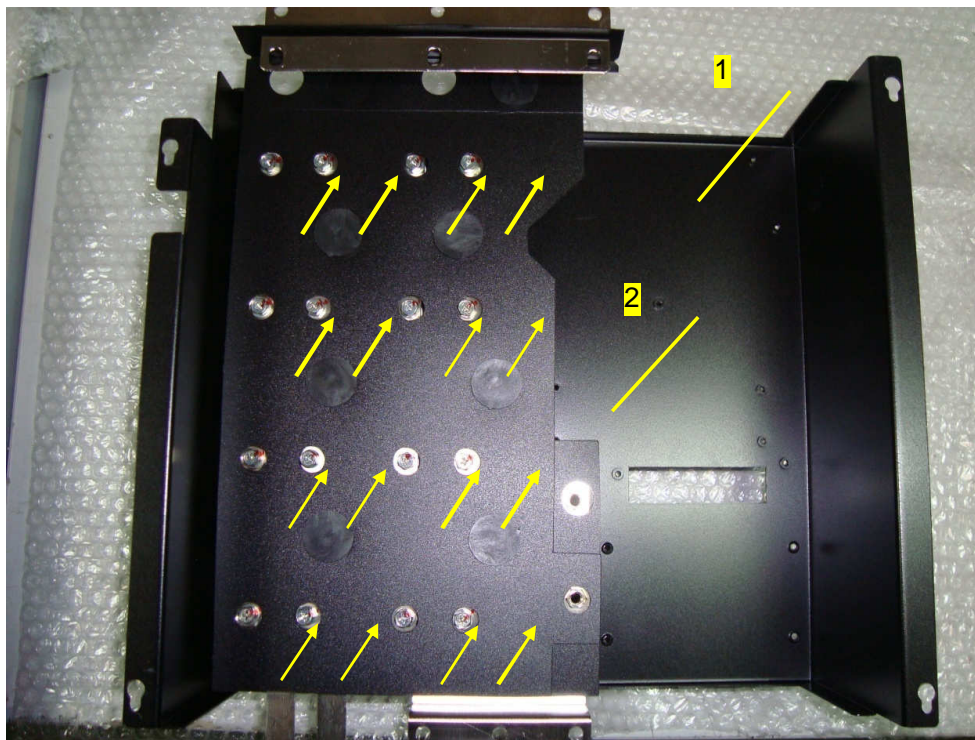

Рис. 7.10
- установить корпус блока конденсаторов 1 на рабочий стол основанием вверх (рис. 7.10);
- закрепить конденсаторы шестнадцатью винтами (рис. 7.10, желтые стрелки);